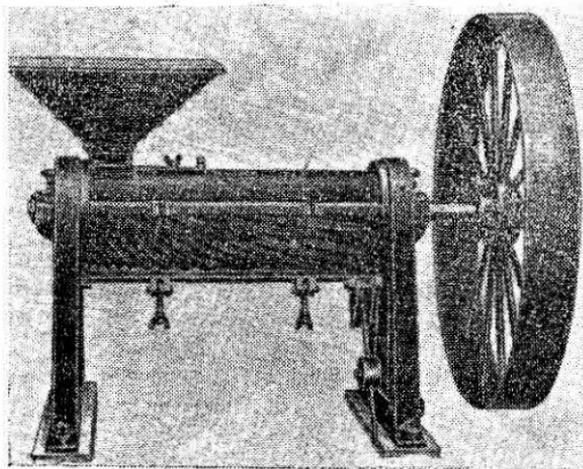

Figura 197.— Pulidora.
**Pulidoras.**— Son aparatos de estructura semejante a las trilladoras, donde el café destinado a ciertos mercados es abrigantado por el frote (figura 197).